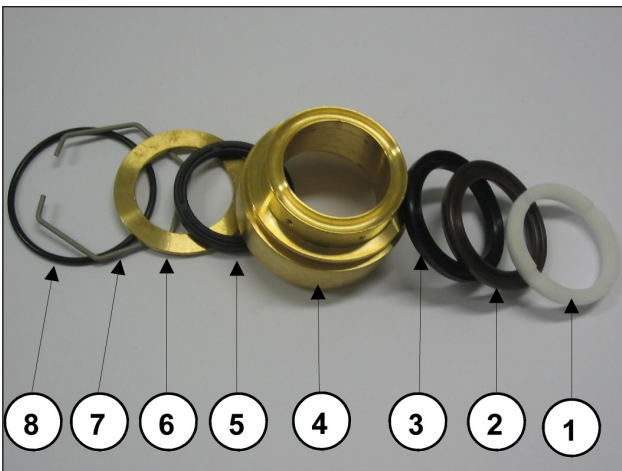

Fig. 22
**Faire attention à l'ordre du désassemblage du lot des joints, comme l'indique la Fig. 22, qui se compose :**